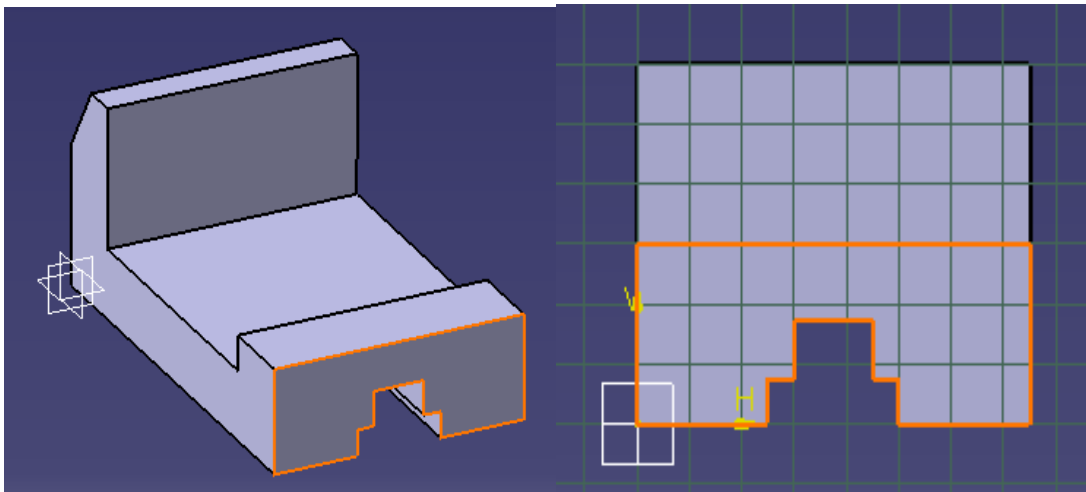

Figura 4.12: SELECCION DE LA CARA
6.- Se selecciona la cara en la cual se realizara el siguiente perfil e ir al modulo SKETCH, como se muestra en la figura 4.12.